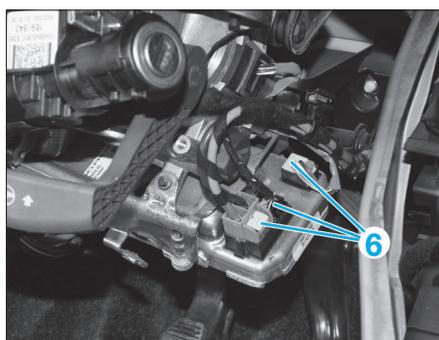

FIG. 9
- Débrancher les connecteurs du calculateur de la direction assistée (6) (Fig.9).